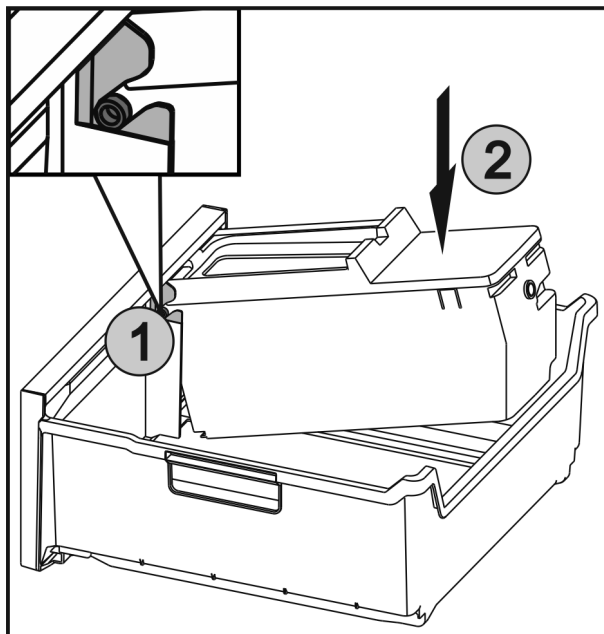

Fig. 32
- ▶ Вставить оси Fig. 32 (1) на EasyTwist-Ice в направляющие и вдавить заднюю сторону Fig. 32 (2) до фиксации накладки.